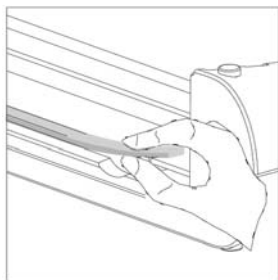

Figura 6
- 2 Retire la regleta de corte en el otro lado de la ranura (figura 6).